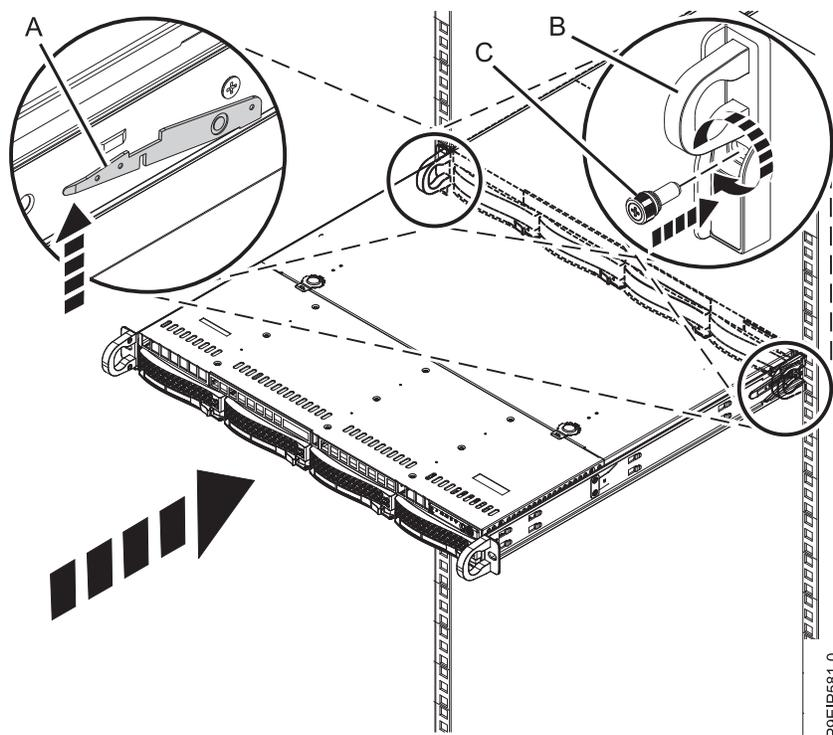

Figure 57. Mise en position de fonctionnement du système
5. Libérez les loquets de sécurité des glissières (A) en les soulevant, comme illustré dans la figure 57, puis insérez le système complètement dans l'armoire. Les loquets de sécurité fonctionnent dans des directions opposées, l'un vers le haut et l'autre vers le bas.